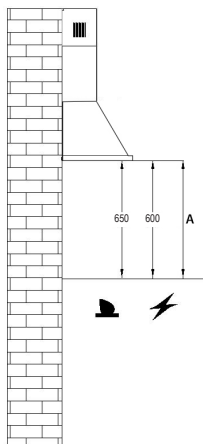
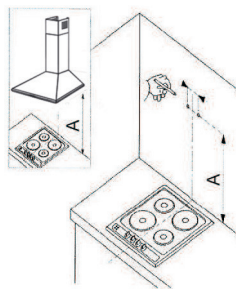

Рис. 4
Рис. 6
Если Вы используете газовую плиту или газовую поверхность, расстояние «А» между нижней частью вытяжки и поверхность для приготовления пищи должно составлять не менее 65 см, если электрическая не менее 60 см (Рис.4). Во время монтажных работ следует соблюдать действующие положения по отводу воздуха. Когда вытяжка используется одновременно с устройствами сжигания газа или другого топлива, в помещении должна быть надлежащая вентиляция.
- Приложите корпус вытяжки к стене (рис. 6), сохраняя минимальное 65 см для газовых и 60 см для электрических плит между нижним краем вытяжки и поверхностью для приготовления пищи (рис. 4).